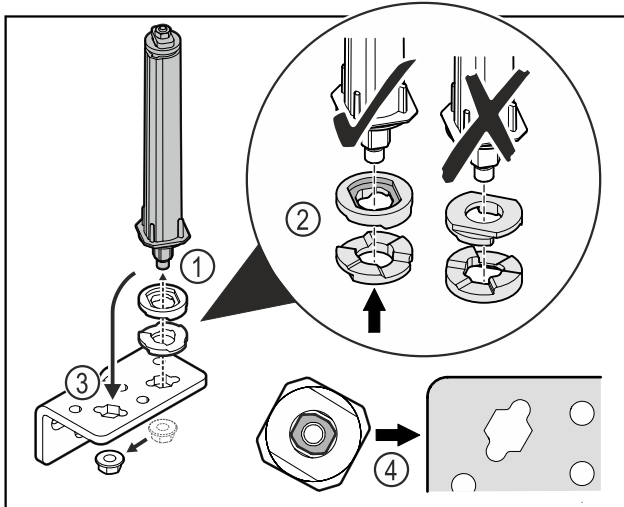

Fig. 34
- ▶ Відкрутити гайку і зняти систему запирання дверей Fig. 34 (1).
- ▶ Слідкувати за правильним розташуванням шайб для регулювання висоти Fig. 34 (2).
- ▶ Переставити систему запирання дверей у шарнірному кутику і зафіксувати гайкою Fig. 34 (3).
- ▶ Під час встановлення слідкувати за правильною орієнтацією системи запирання дверей Fig. 34 (4).